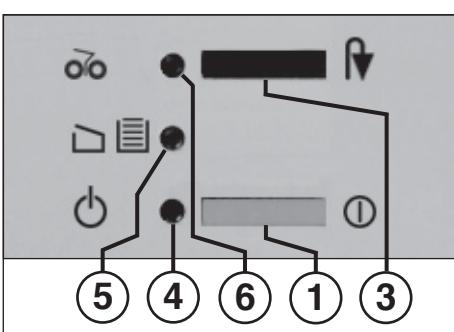

fig. 1
#### 3 = Interrupteur à poussoir (fig. 1)
#### 4 = Voyant de contrôle (fig. 1)
#### 5 = Voyant de contrôle (fig. 1)
#### 6 = Voyant de contrôle (fig. 1)
- Appuyer sur l'interrupteur à poussoir (1) (fig. 1) de la machine. Le voyant de contrôle (4) (fig. 1) s'allume.
Si le sac de réception est plein, la machine s'éteint. Le voyant de contrôle « Récipient plein » / « Porte ouverte » (5) (fig. 1) **clignote**. Afin de signaler l'arrêt du bloc de coupe, le voyant de contrôle « Bourrage » / « Arrêt » (6) s'allume simultanément.
- Replacer le cadre avec le sac de réception et fermer la porte. Le voyant de contrôle (5) (fig. 1) s'éteint.
- Actionner brièvement l'interrupteur à poussoir « Marche arrière » / « Arrêt » (3). Le bloc de coupe réduit en morceaux le reste se trouvant dans la cavité d'alimentation, puis s'éteint. Le voyant de contrôle (6) s'éteint. La destruction ultérieure peut désormais être poursuivie.
- Le voyant de contrôle (6) (fig. 1) s'allume.
- Actionner l'interrupteur à poussoir « Marche arrière » / « Arrêt » (3) **de manière prolongée** et retirer simultanément le document éjecté de la machine.
- Après avoir retiré le bourrage, le bloc de coupe fonctionne automatiquement en marche avant, réduit en morceaux le reste se trouvant dans la cavité d'alimentation, puis s'éteint. Le voyant de contrôle (6) (fig. 1) s'éteint.
**Remarque :** si il est impossible de retirer le bourrage, l'interrupteur à poussoir « Marche arrière » / « Arrêt » (3) doit de nouveau être brièvement actionné. Le bloc de coupe répète à présent automatiquement le procédé décrit précédemment jusqu'à ce que le reste de papier se trouvant dans le bloc de coupe soit passé.